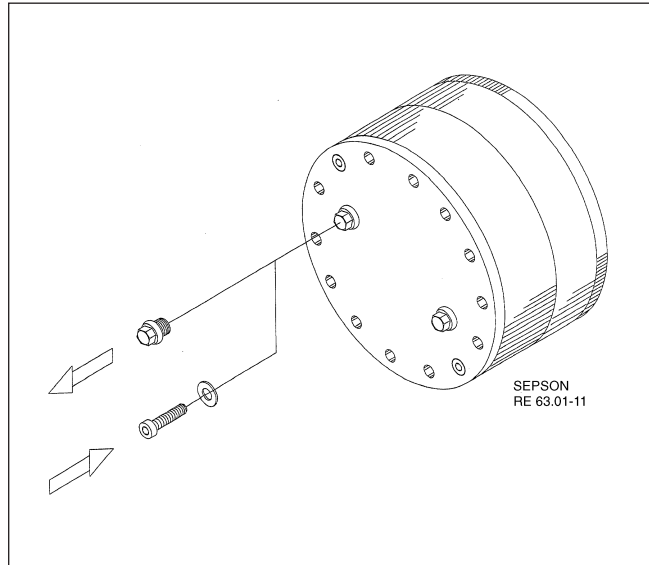

Abb. 23 Federdruckbremse öffnen
1. Verschußstopfen (Abb. 23) entfernen.